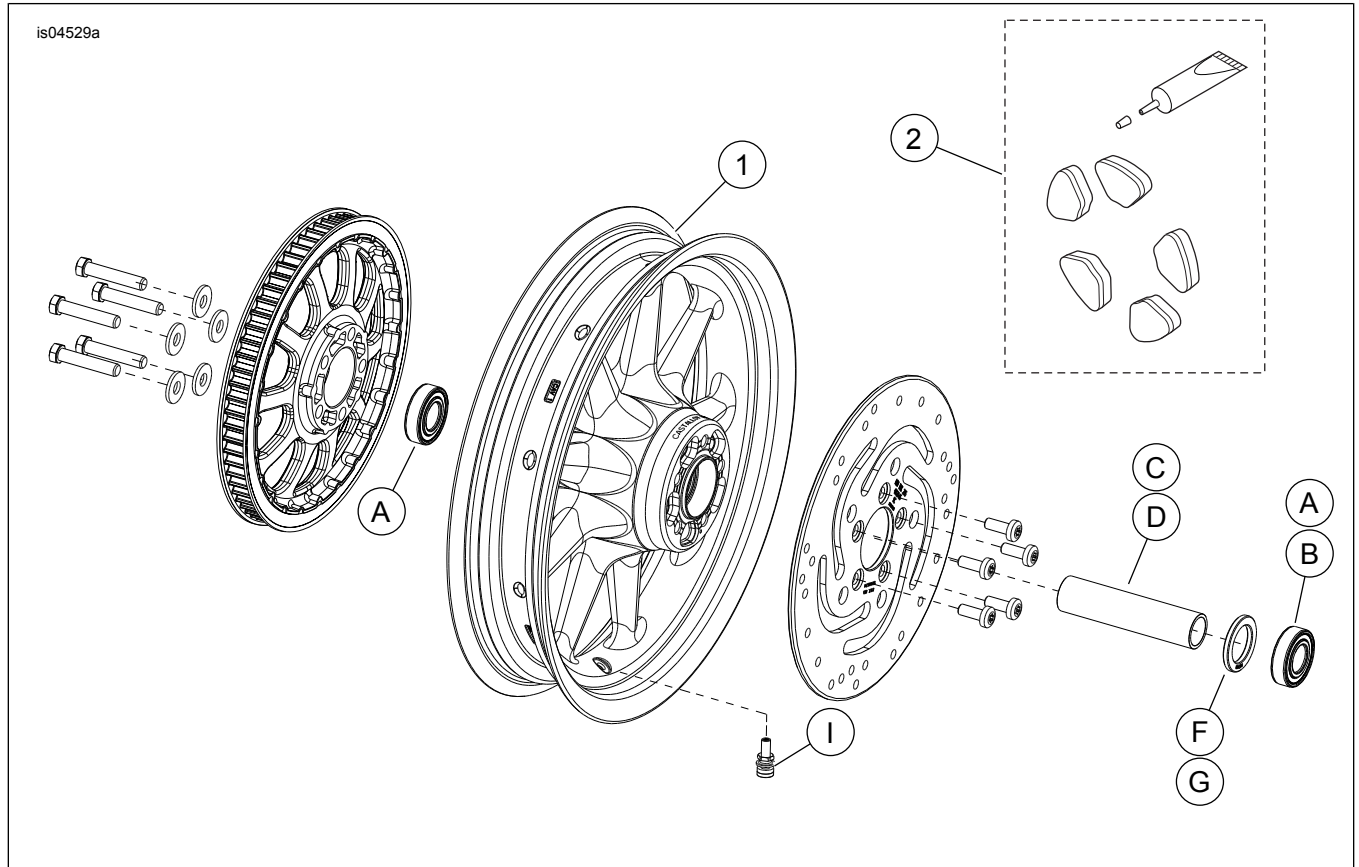

Abbildung 1. Ersatzteile: Hinterräder mit neun Speichen
Siehe Abbildung 1. und Tabelle 2
2. Siehe Abbildung 1. Die Ventilschaft-Baugruppe (I) am Rad anbringen. Siehe REIFEN im Werkstatthandbuch.